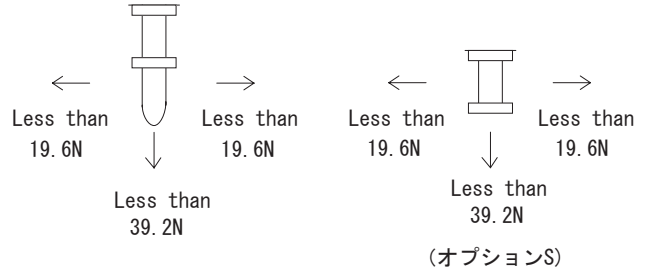

図6.4 ピンへのストレス
- 電源の入・出力ピンに必要以上のストレスを加えると内部接続を断線させることがあります。図6.4に示すストレス以下にしてください。